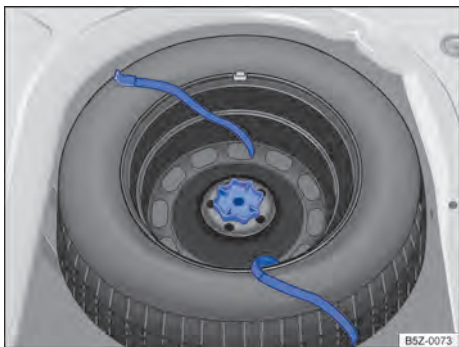

Fig. 142 No compartimento de bagagem: manípulo para fixação da roda de emergência.
- Girar totalmente o manípulo localizado no meio da roda de emergência ⇒ Fig. 142, no sentido anti-horário, e remover a roda de emergência.